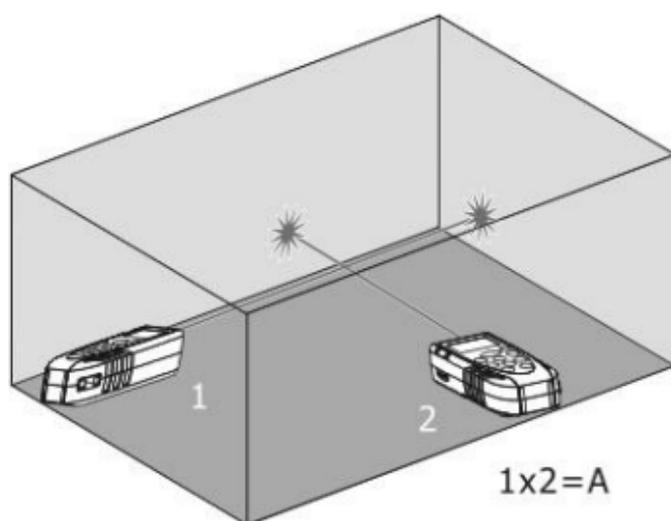

Fig. 5: Esempio di misura di Area
3. Premere il tasto  per eseguire la prima misura (lunghezza) della superficie in oggetto (vedere Fig. 5). Il valore corrispondente è inserito nel primo display parziale. Il simbolo "" è mostrato a display con lato "2" lampeggiante
4. Premere nuovamente il tasto  per eseguire la seconda misura (larghezza) della superficie in oggetto (vedere Fig. 5). Il valore corrispondente è mostrato nel secondo display parziale mentre il valore totale dell'area (aggiornato) è riportato sul display risultante